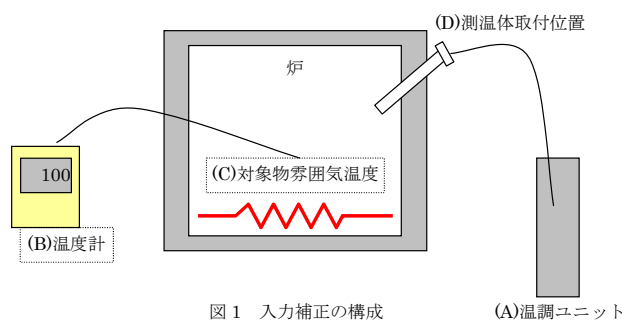

図1 入力補正の構成
- 図1のような温度センサ取付位置が、実際に制御対象物雰囲気から離れているような構成においての入力補正例を示します。